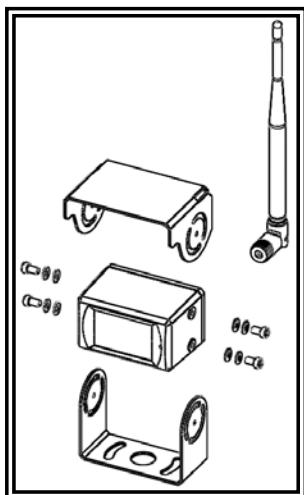

Figure 1
- Installez la caméra et le pare-soleil sur le support en U comme illustré à la Figure 1.